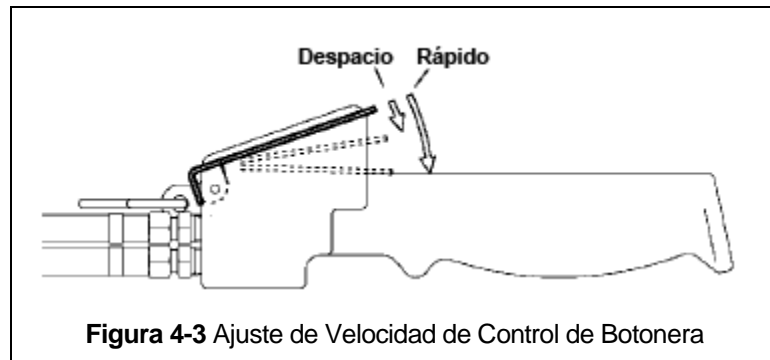

Figura 4-3 Ajuste de Velocidad de Control de Botonera
- 4.4.1 Para el control de botonera, la velocidad se puede ajustar por la cantidad que se presiona la palanca. Como se muestra a continuación en la Figura 4-3, presionando ligeramente la palanca, podrá controlar los movimientos del polipasto lentamente y con más precisión. Al presionar aún más la palanca, la velocidad del polipasto aumentará hasta que la palanca esté completamente presionada.